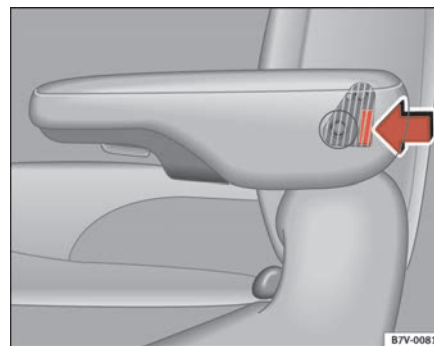

Fig. 94 Reposabrazos desmontable: tecla
- Agarre el reposabrazos por la parte de atrás y pulse la tecla ⇒ **página 138, fig. 94** en la dirección de la flecha.